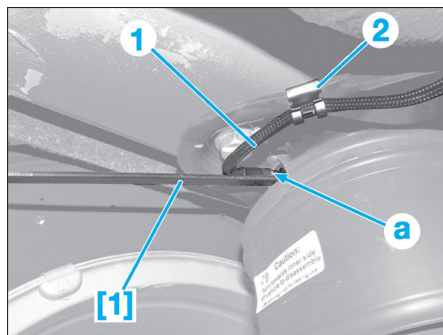

Fig. 44
- Nettoyer la zone autour du raccord pneumatique (a) (Fig.44).